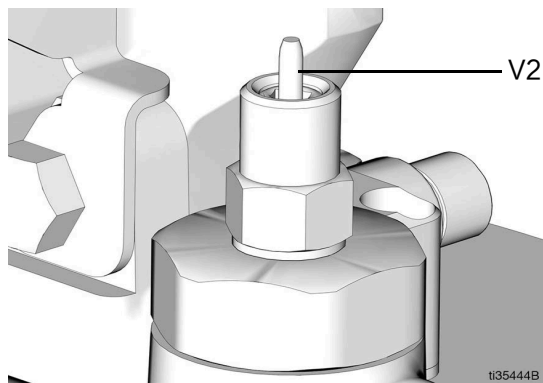

图 16
- 加注料桶 (K) 前, 检查通气口 (J) 通风是否工作良好。
- 加注料桶 (K) 时请勿超过溢流端口 (H)。
- 请勿将通气口 (J) 用作加注料桶的端口。
- 启动远程加注站泵 (AA)。
- 料桶 (K) 装满后:
- 远程加注站泵 (AA) 憋停 (死点),
- 自动加注截止销钉 (V2) 弹出, 如图 16,